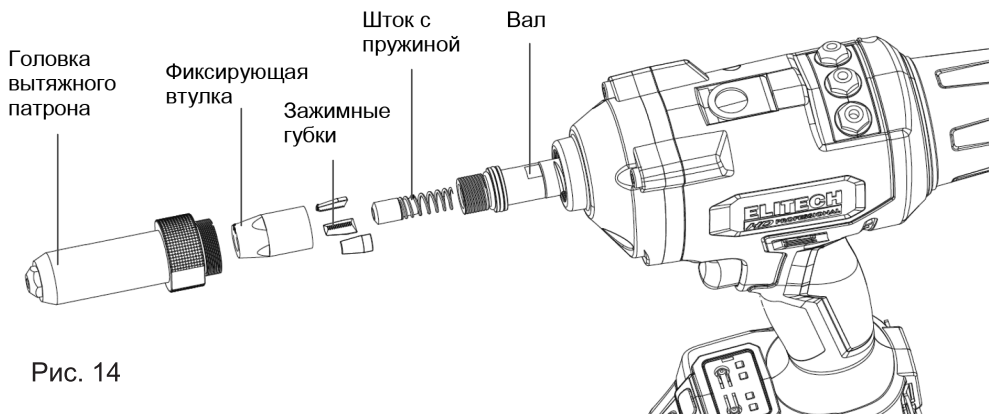

Рис. 14
- Извлеките шток с пружиной и зажимные губки (рис. 14).